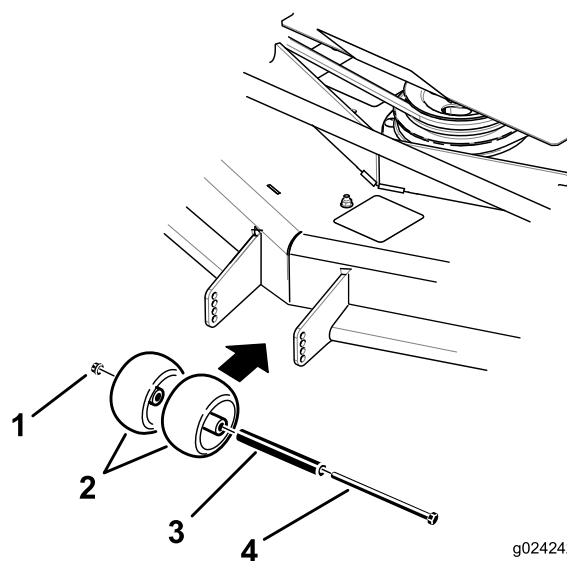
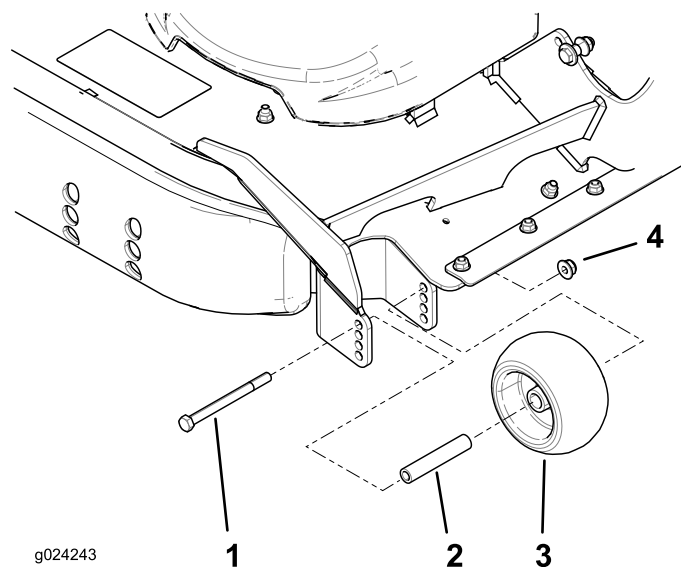

Рисунок 34
Рисунок 35
3. Отрегулируйте защитные валики, как показано на Рисунок 34 и Рисунок 35.